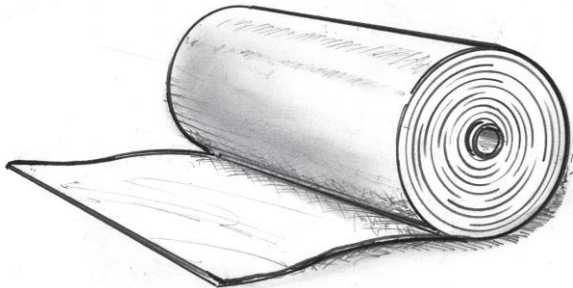

Bild 2. Naturlig utrullning av bentonitmatta.
5.1 Bentomat® levereras till utläggningsplatsen i sina originalförpackningar. Alldeles innan utläggningen tas emballaget bort utan att skada Bentomat®. Bentomat® rullas ut med den vävda geotextilien uppåt om inte annat är föreskrivet enligt bild 2.